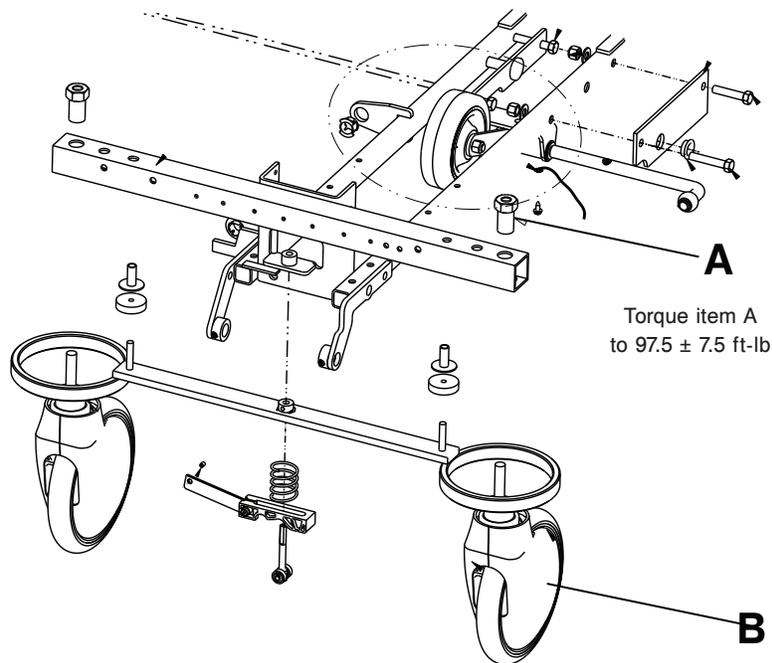

Figure 2 – Remplacement d'un ensemble de roulette
4. Mettre la pédale de frein/guidage (A) en position neutre.
5. À l'aide d'une clé mixte de 3/4 po et d'une douille de 3/4 po, retirer l'écrou de roulette (A) qui permet de fixer la roulette (B) au cadre de la base (Figure 2). Conserver l'écrou.